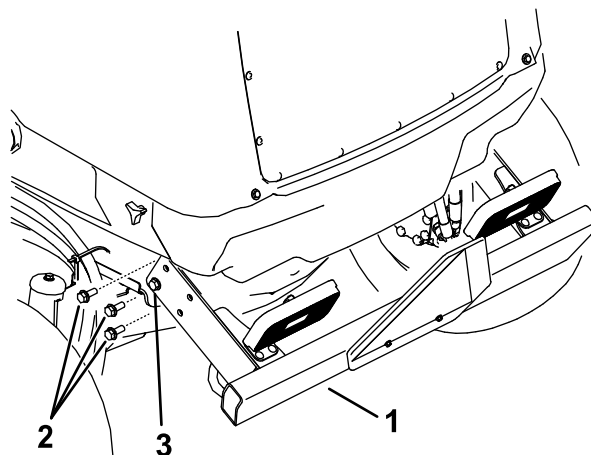

Figura 100
2. Retire os três parafusos flangeados de cada lado do para-choques traseiro como se mostra na Figura 100.
6. Eleve o para-choques traseiro para o sítio e instale os parafusos flangeados. Aperte todos os parafusos flangeados que fixam o para-choques traseiro à estrutura (Figura 100).